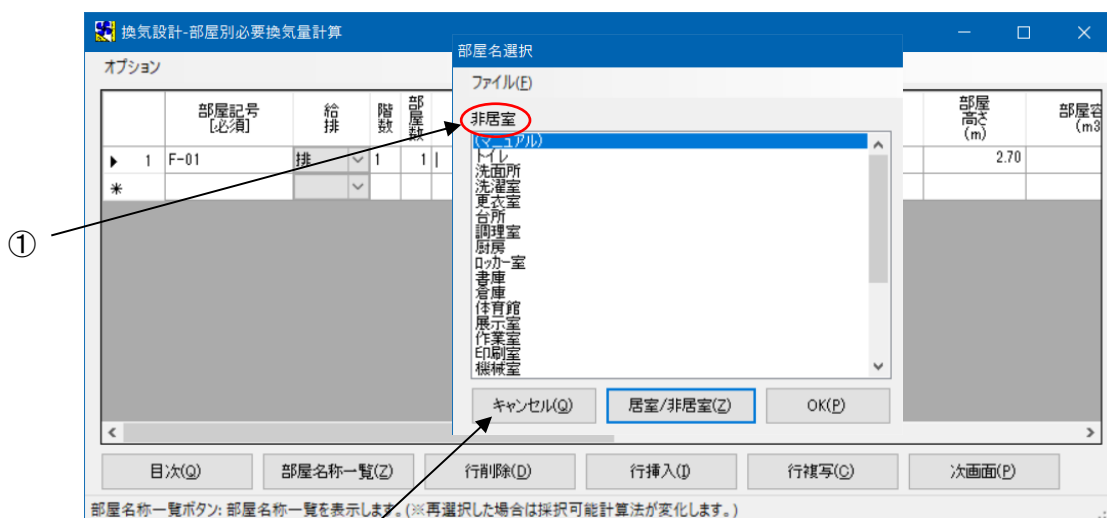

図3
(3) 『部屋名選択(非居室)』(図3-①)が表示されます。入力方法は、(1)を参照してください。
(4) 中止したいときは [キャンセル(Q)] ボタン(図3-②) をクリックします。